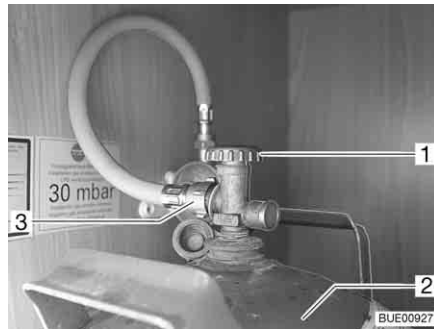

Fig. 164 Caja para bombonas de gas
- Cerrar la llave de paso principal (Fig. 164,1) de la bombona de gas (Fig. 164,2). Observar el sentido de la flecha.
- Desenroscar la goma del gas (Fig. 164,3) de la bombona de gas.